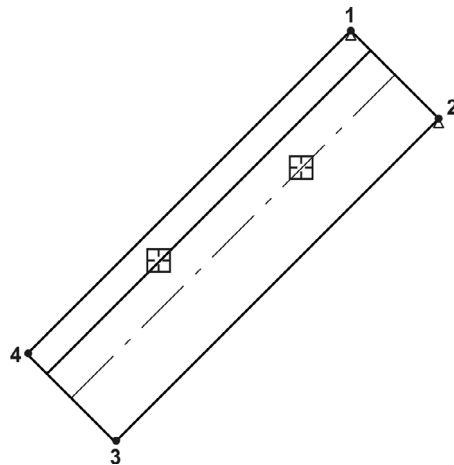

Рис. 62.39.
- 11.2. Чтобы задать параллельность построенного отрезка осевой линии, нажмите кнопку **Параллельно** на панели **Параметризация** и последовательно укажите отрезок и осевую (рис. 62.39).